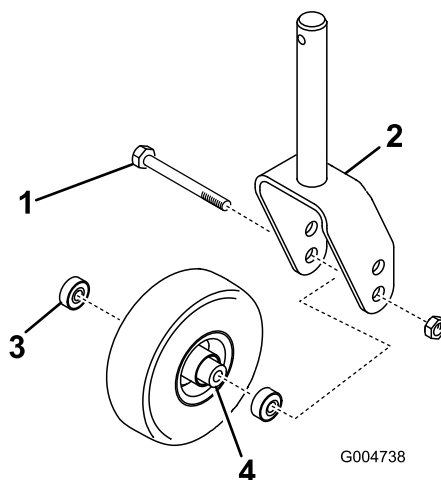
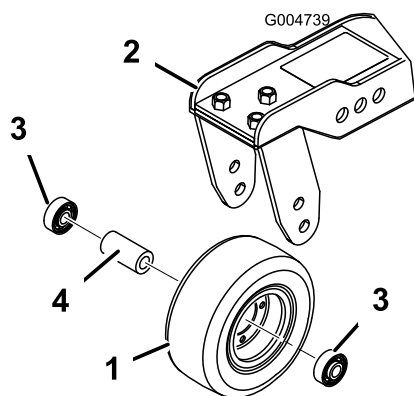

Figura 82
Figura 83
1. Togliete il dado di bloccaggio dal bullone che fissa il gruppo ruota orientabile alla forcella (Figura 82) o al braccio di rotazione (Figura 83). Afferrate la ruota orientabile ed estraete la vite a testa cilindrica dalla forcella o dal braccio di rotazione.
- Togliete il cuscinetto dal mozzo della ruota e lasciate cadere il distanziale del cuscinetto (Figura 82 e Figura 83). Togliete il cuscinetto dalla parte opposta del mozzo della ruota.